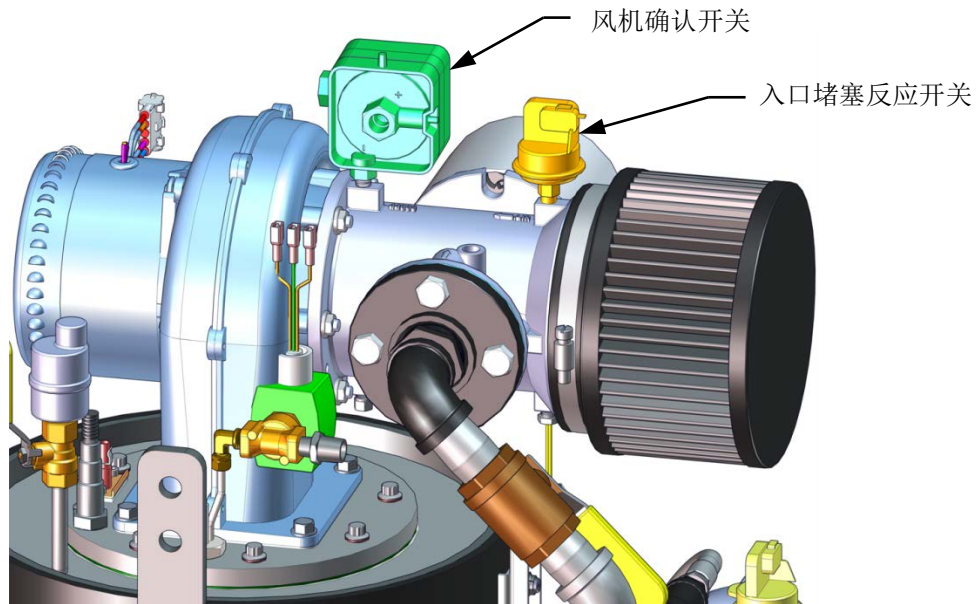

图3-5: 风机确认开关
4. 然后，空气/燃料阀上的风机确认开关（图 3-5）将会关闭。显示屏将显示 **PURGING**（正在吹扫），并且指示吹扫周期已过的时间（秒）。